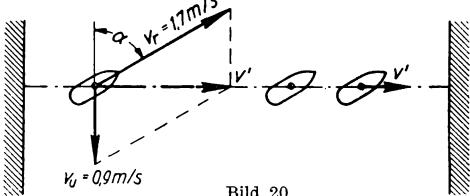

Bild 20
d) Die wirkliche Geschwindigkeit v' (Bild 20) muß jetzt senkrecht zum Flusse gerichtet sein und als Diagonale des Parallelogramms der Seitengeschwindigkeiten erscheinen. Die Relativgeschwindigkeit, mit der sich das Boot durch seine Motor-